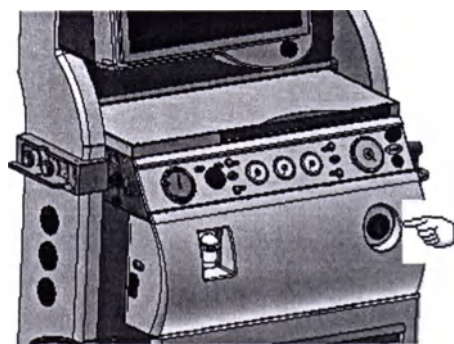

рис.24
- включив аппарат сетевым выключателем, тем самым, осуществив пуск изделия в действие, запуском аппарата в действие активируется состояние прибора для выполнения его функционального теста – рис. 24